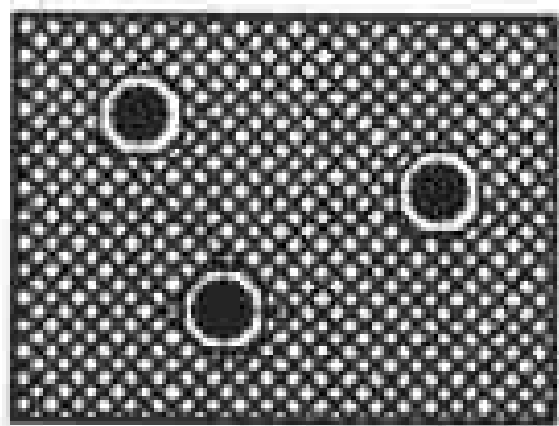

图 5-115 八角形环绕焊点
- **Octagons**: 采用八角形环绕焊点, 如图 5-115 所示。